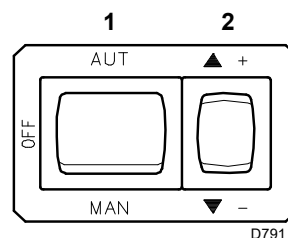
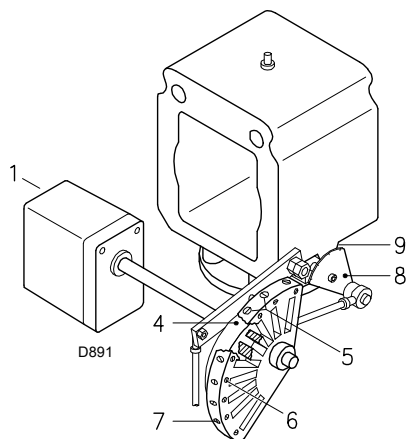
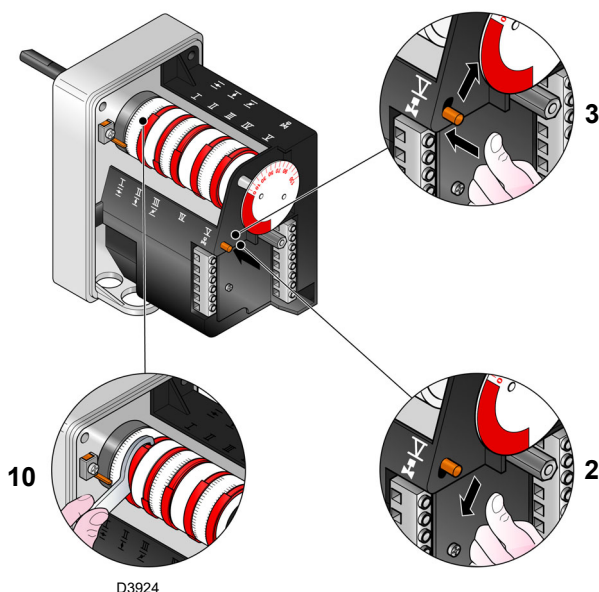
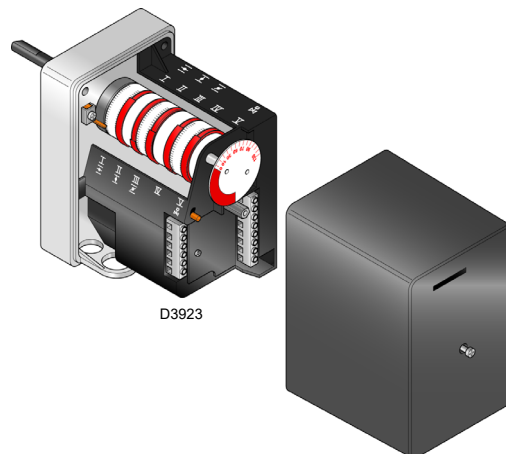

Fig. 31
Fig. 32
Fig. 33
Fig. 34
Chiudere i termostati/pressostati e mettere l'interruttore 1)(Fig. 31) in posizione "MAN".
La regolazione dell'aria viene effettuata variando l'angolo della camma III (Fig. 34, a pag. 27) e per mezzo del selettore 2)(Fig. 31).
Per la regolazione della camma del servomotore vedi Fig. 33.
Premere ora il pulsante 2)(Fig. 31) "aumento potenza" e tenerlo premuto fino a quando il servomotore ha aperto la serranda aria e la farfalla del gas.
La regolazione dell'aria viene effettuata variando l'angolo della camma I (Fig. 34, a pag. 27) e per mezzo del selettore 2) (Fig. 31, a pag. 25).
Legenda (Fig. 32)
La potenza MIN va scelta entro il campo di lavoro riportato a Fig. 2, a pag. 8. Premere il pulsante 2) (Fig. 31, a pag. 25) "Diminuzione potenza" e tenerlo premuto fino a quando il servomotore si porta (Fig. 33) alla regolazione fatta in fabbrica.
Variare in progressione il profilo iniziale della camma meccanica 4) (Fig. 32), agendo sulle viti 5) (Fig. 32).
Riportare la potenza a 800 kW agendo sulle viti 5) della camma meccanica (Fig. 32) e verificare le emissioni.
La regolazione viene effettuata variando l'angolo della camma III) del servomotore (Fig. 34, a pag. 27) e per mezzo del selettore 2) (Fig. 31, a pag. 25).
Per l'eventuale regolazione della camma III, vedi Fig. 33.
Il passaggio da una posizione alla successiva si ottiene tenendo premuto il pulsante 2) sul simbolo (+) o (-) (Fig. 31, a pag. 25). Premere un poco il pulsante 2)(Fig. 31, a pag. 25) "Aumento potenza" in modo che il servomotore ruoti di circa 20°, vedi indice graduato servomotore (Fig. 32, a pag. 26) e indice graduato serrande aria 5)(Fig. 32 a pag. 26).
Avvitare o svitare la vite 5) della camma meccanica (Fig. 32, a pag. 26) prescelta per aumentare o diminuire la portata di gas in modo da adeguarla alla corrispondente portata aria per ottenere una combustione ottimale.
Spegnere il bruciatore agendo sull'interruttore 1)(Fig. 31, a pag. 25), posizione OFF, svincolare la camma meccanica I) (Fig. 34, a pag. 27) per separare gli ingranaggi del servomotore, premendo e spostando verso il basso il pulsante 3)(Fig. 33, a pag. 26) e verificare più volte ruotando a mano la camma meccanica I)(Fig. 33) avanti ed indietro che il movimento sia morbido e privo di impuntamenti.
Si raccomanda di vincolare nuovamente la camma meccanica 5)(Fig. 32 a pag. 26) al servomotore spostando verso l'alto il pulsante 3)(Fig. 33).
- 6s:** Avvio servomotore: ruota verso destra di 130°, cioè fino all'intervento del contatto sulla camma I (Fig. 34, a pag. 27). La serranda aria si posiziona sulla potenza MAX.
- 80s:** Il servomotore ruota verso sinistra fino all'angolo impostato sulla camma III (Fig. 34, a pag. 27) per la potenza MIN.
- 112s:** La serranda dell'aria e la farfalla del gas si posizionano sulla potenza MIN (con camma III) (Fig. 34, a pag. 27) a 30°.